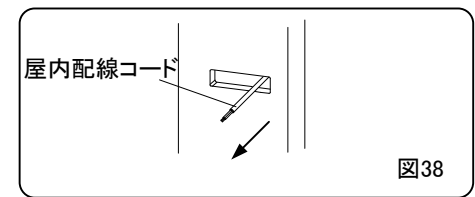

図38
- ③屋内配線コードをコンセント取付部の開口から引き出してください。(図38)